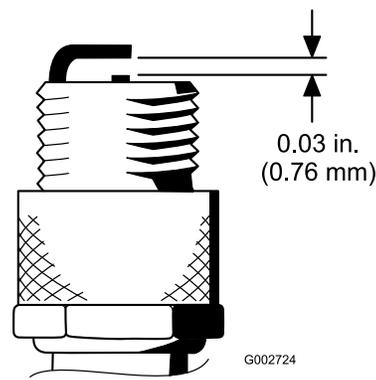

图44
4. 将中心电极与侧电极之间的空隙设置为 0.76mm（图44）。